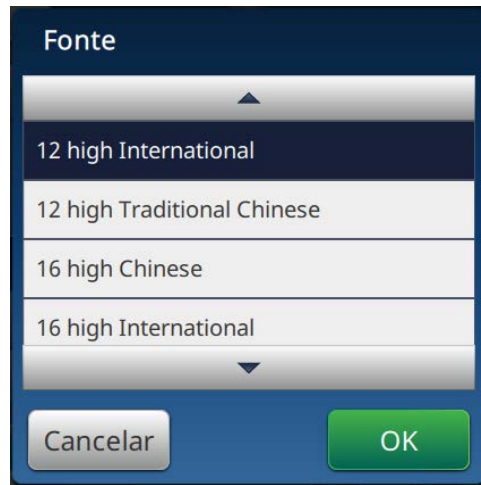

Figura 5-25: Tela Entrada de tamanho da fonte
20. Toque o botão *Fonte* e selecione "12 Alto internacional" na lista suspensa, como mostra a Figura 5-25. Toque o botão .